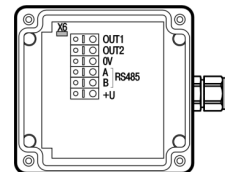

Рисунок 6 – Установка перемычки
2. Установить перемычку X6 (см. рисунок 6).